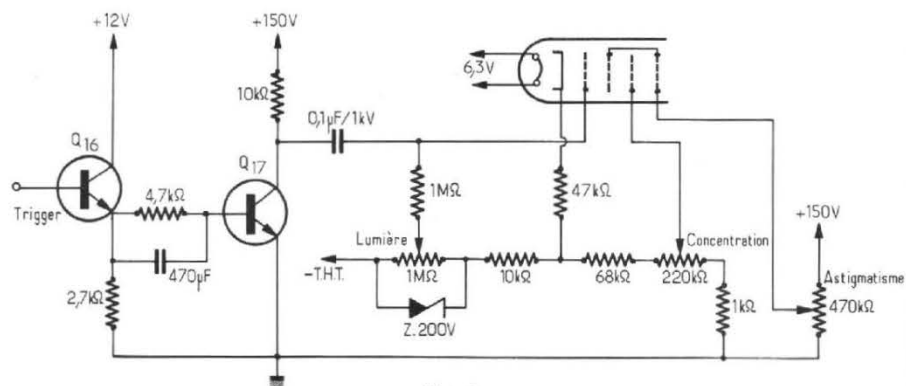

Fig. 5
4. - Extinction de la trace de retour (Fig. 5)